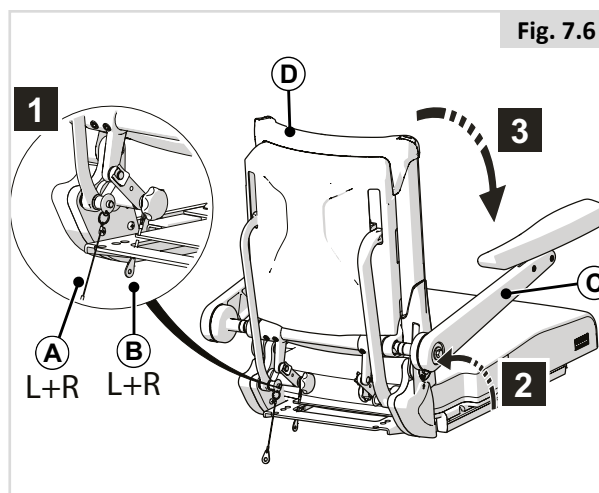

Fig. 7.6
7.5 Cómo plegar el respaldo reclinable con reposabrazos reclinables (Fig. 7.6)